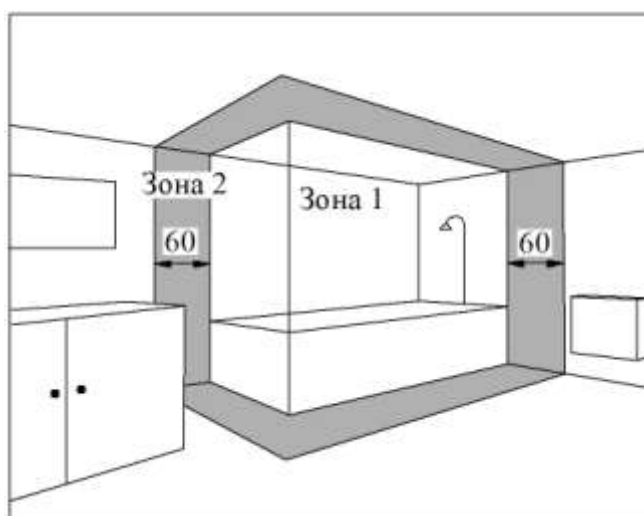

Рис.4
5.5 Конвекторы с исполнением оболочки IP24 допускается устанавливать в ванных комнатах, душевых, бассейнах (см. рис.4).